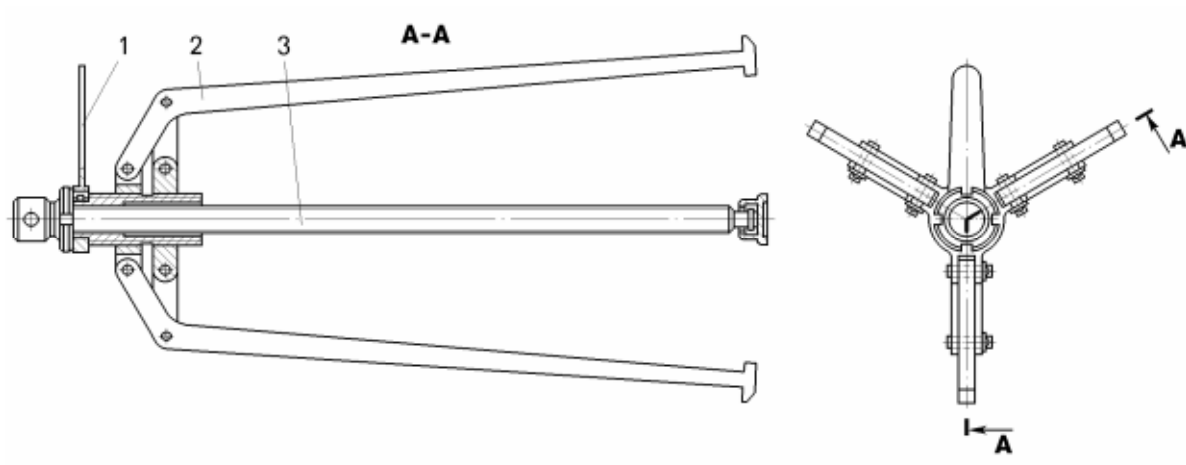

Рисунок 6.12 – Универсальный съёмник:
– используя универсальный съёмник (рисунок 6.12) снять последовательно вместе с внутренними кольцами роликоподшипников ведомую шестерню 67 (смотри рисунок 6.10) первой передачи, фрикцион 64 повышающего диапазона с шестерней 20, фрикцион 62 третьей ступени с ведущей шестерней 63 третьей передачи, фрикцион 42 первой ступени с ведущей шестерней 44 первой передачи;